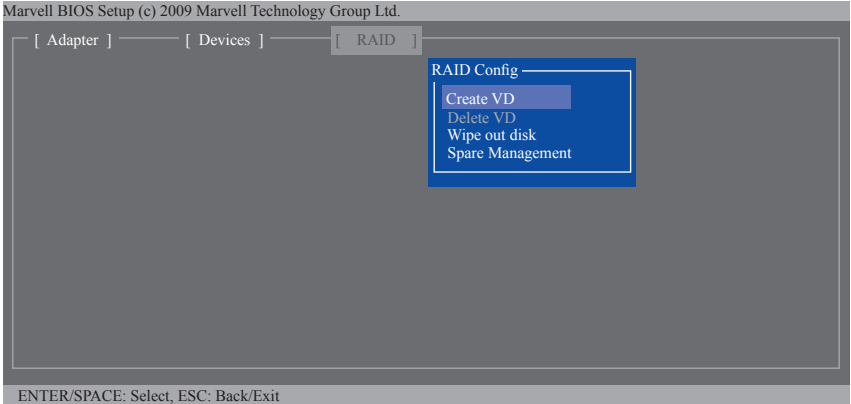

Figure 4
Étape 1 : Dans l'écran principal, appuyez sur <Enter> dans l'onglet **RAID**. L'écran **RAID Config** apparaîtra (Figure 4). Appuyez sur <Enter> dans l'élément **Create VD**.